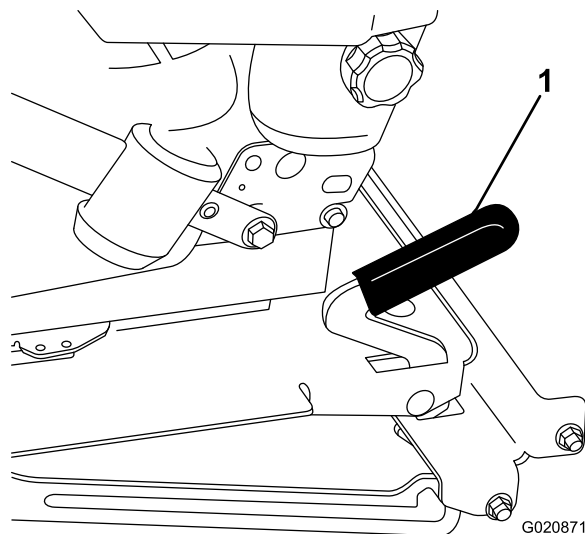

図 56
2. ラッチを前方に引いて持ち上げるとラッチが外れる(図 56)。